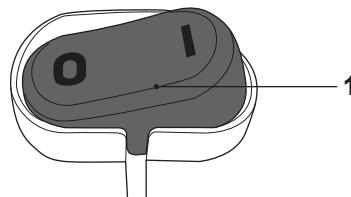

Fig. 15
- > Certifique-se de que o interruptor On/off (1) está na posição off O (Fig. 15).